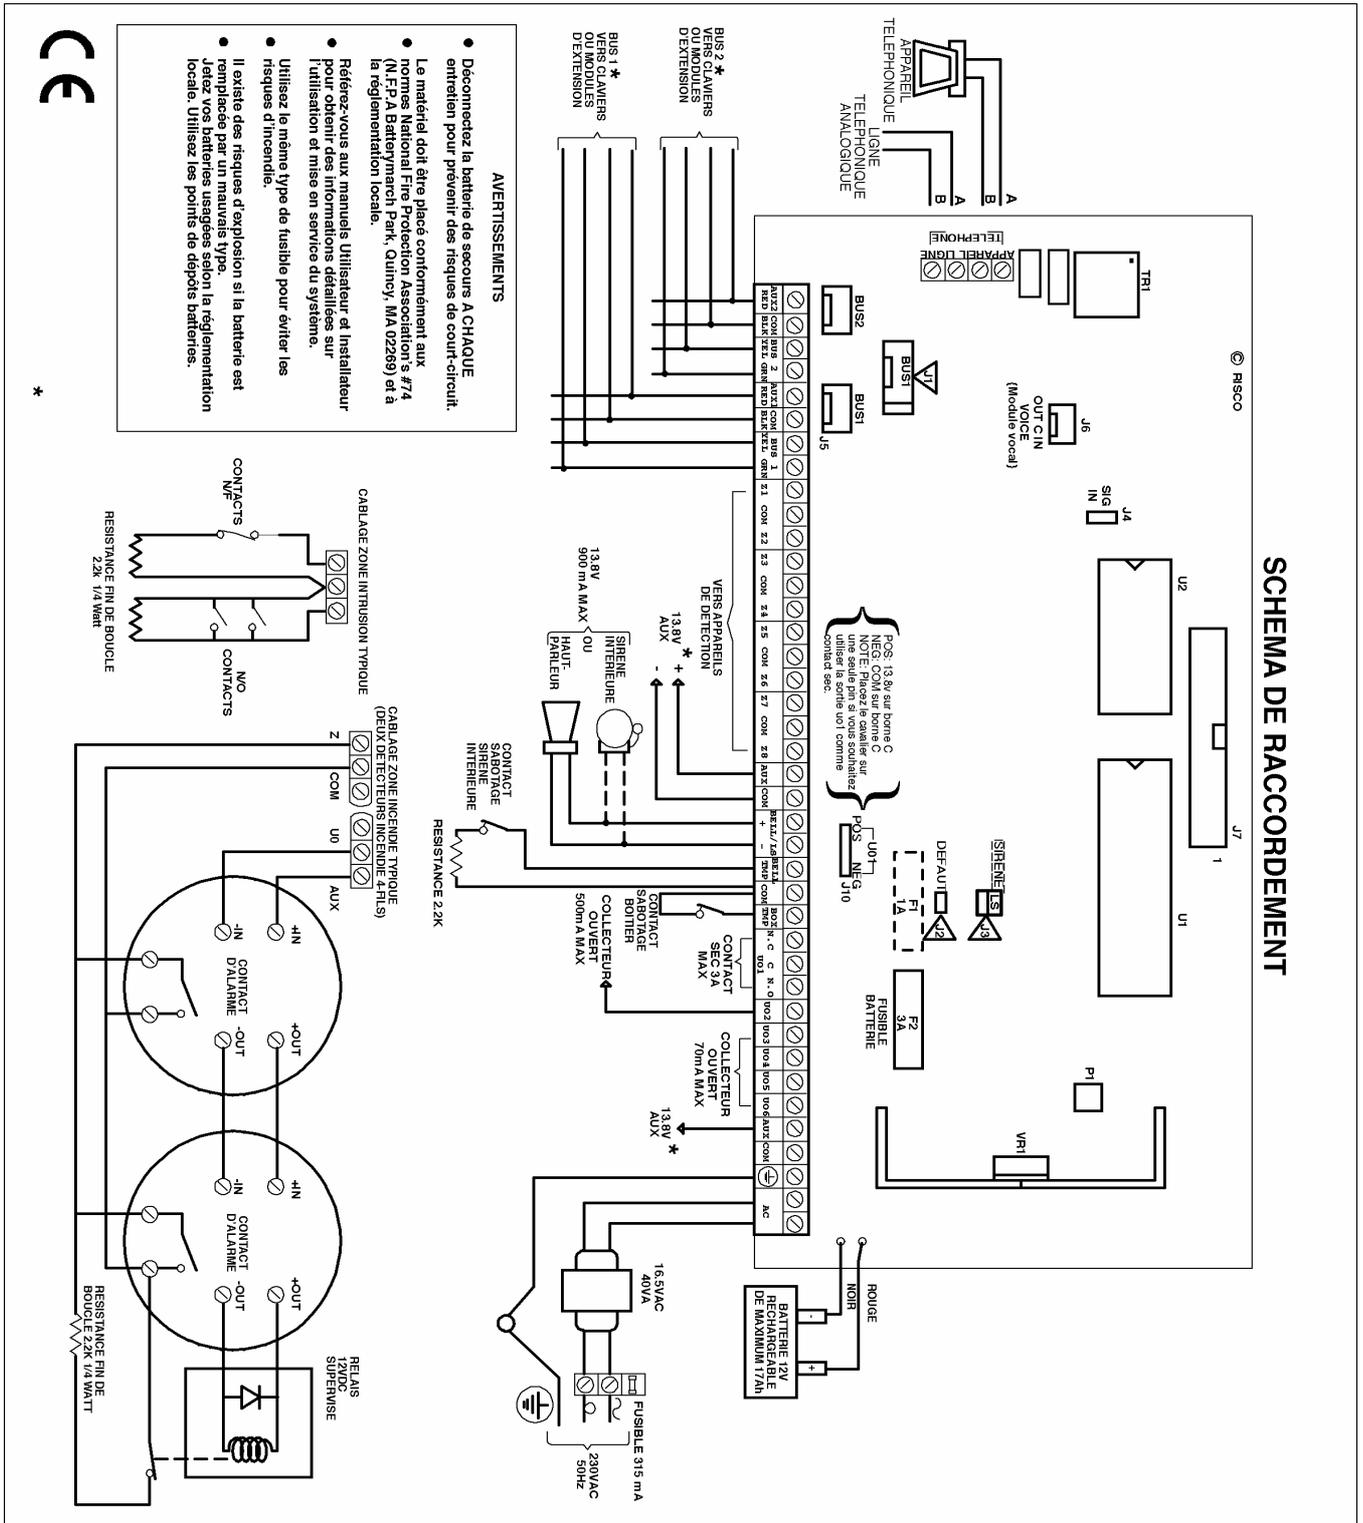

Figure 2-2: Schéma de Raccordement de la Carte Mère
Pour un détecteur incendie 4 fils ou appareils qui exigent une tension de remise à zéro, pour la remise à zéro après une détection, utilisez de préférence la borne **AUX** en combinaison avec une des sorties programmables du ProSYS (voir *Figure 2-2* à la page 2-4, exemple de raccordement d'un détecteur de fumée 4 fils). Tenez compte que la sortie utilisée doit être programmée pour suivre le paramètre Interruption AUX (voir aussi le paramètre « **Switch** » **AUX** décrit au *Chapitre 5, Utilisation des Menus de Programmation Installateur*).
- ✦ Connecter les contacts sabotages entre les bornes **BELL TMP** et **COM** sur la carte mère comme montré à la *Figure 2-2* à la page 2-4.
- ✦ Raccorder le contact sabotage du boîtier entre les bornes **BOX TMP** et **COM** sur la carte mère, comme montré dans la *Figure 2-2* à la page 2-4. Voir aussi figure ci-dessous.